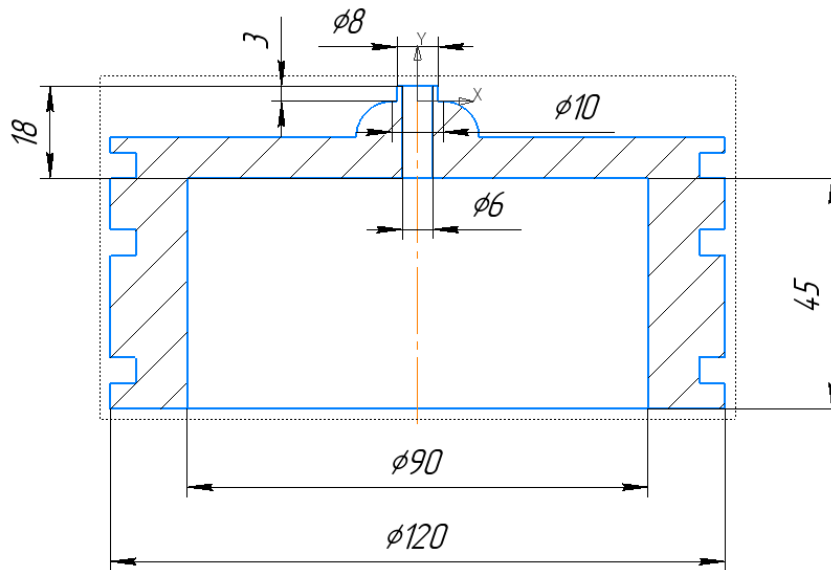

Рисунок 4. Вертикальный разрез детали вида слева
- 1) На детали, полученной в задании 1 необходимо нанести окружности, представленные на рисунке 3, а затем применить формообразующую операцию, как показано на рисунке 4. После нанесите фаску на верхней части детали (рисунок 4).